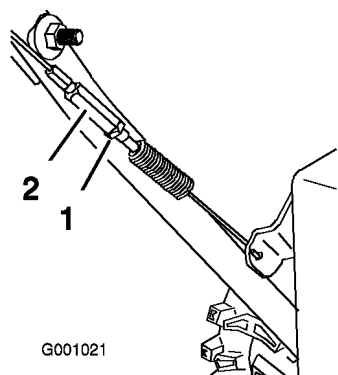

Figura 37
3. Serrate il controdamo (Figura 37).